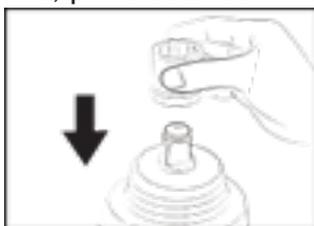

Fig.9A
2. Para conectar uma chave, alinhe o acessório com o veio e empurre-o firmemente sobre o anel de retenção. (Fig. 9A)